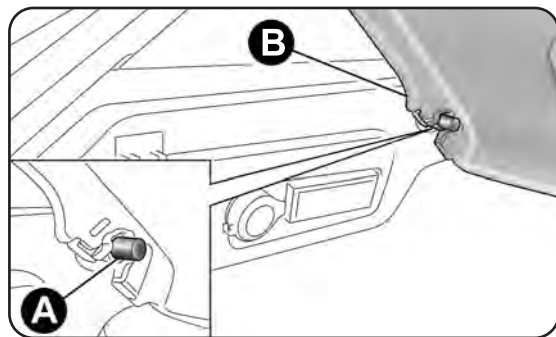

fig. 73
- libere los pernos A-fig. 73 situados por el exterior de la repisa, y luego desmonte la bandeja B hacia fuera.